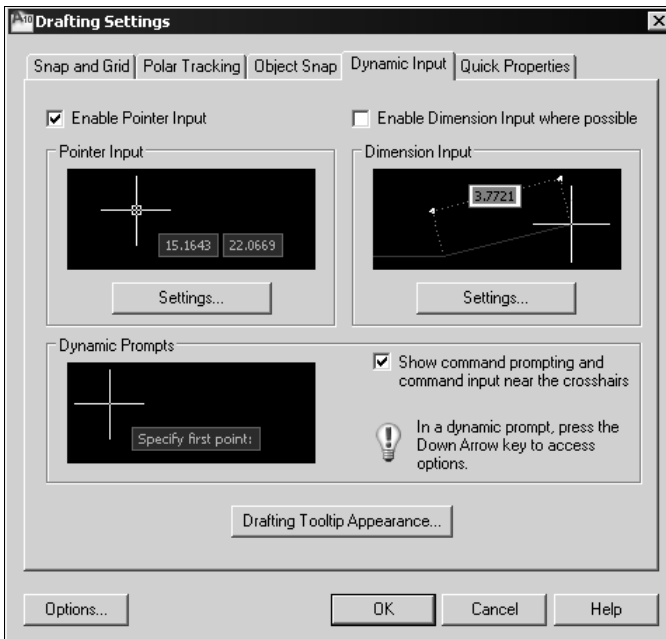
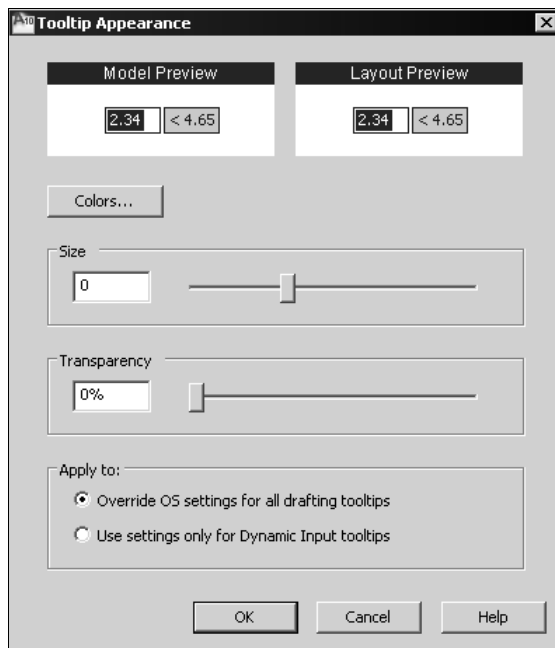
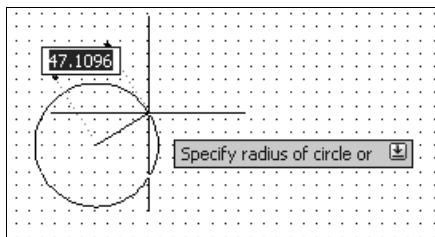

Рис. 3.16. Диалоговое окно для настройки динамического ввода
Рис. 3.18. Диалоговое окно для настройки размеров и прозрачности окон подсказки
Рис. 3.20. Динамические окна при включенном размерном вводе
2. В появившемся диалоговом окне **Drafting Settings** (Режимы рисования) на вкладке **Dynamic Input** (Динамический ввод) (рис. 3.16) включите следующие флажки:
4. Настройте размеры и прозрачность окон динамического ввода данных в диалоговом окне **Tooltip Appearance** (Внешний вид подсказок) (рис. 3.18), которое вызывается щелчком кнопки **Drafting Tooltip Appearance...** **Drafting Tooltip Appearance** (Внешний вид подсказок на чертеже) в диалоговом окне **Drafting Settings** (Режимы рисования) на вкладке **Dynamic Input** (Динамический ввод) (см. рис. 3.16).
При активизированном размерном вводе выводится подсказка, указывающая относительные координаты указателя курсора (рис. 3.20). В этом случае нужно установить флажок **Enable Dimension Input where possible** (Включить ввод размеров где возможно) в диалоговом окне **Drafting Settings** (Режимы рисования) на вкладке **Dynamic Input** (Динамический ввод) (см. рис. 3.16).